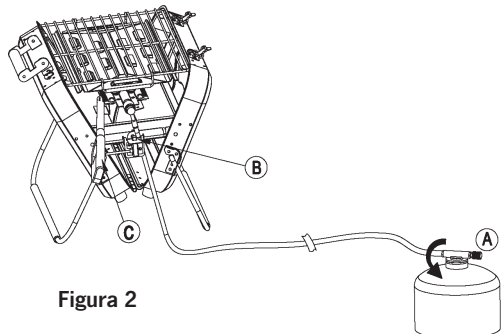

Figura 2
USANDO LA PARRILLA DE GAS**1. Encendido piezoeléctrico (Figura 2, página 29)**
Como se muestra en **Figura 2-A**, gire la perilla ⑪ en sentido contrario a las agujas del reloj aproximadamente 1/3 de vuelta (la flecha apunta a "+", gírela hacia abajo correctamente cuando la botella esté llena) para encender el gas.
Como se muestra en **Figura 2-B**, presione el botón ⑨ repetidamente hasta que se encienda la parrilla de gas.
Coloque el encendedor cerca del quemador (**Figura 2-C**), gire la perilla giratoria ⑪ en sentido contrario a las agujas del reloj (la flecha apunta a "+"), encienda lentamente el gas y presione el botón del encendedor (**Figura 2-C**).